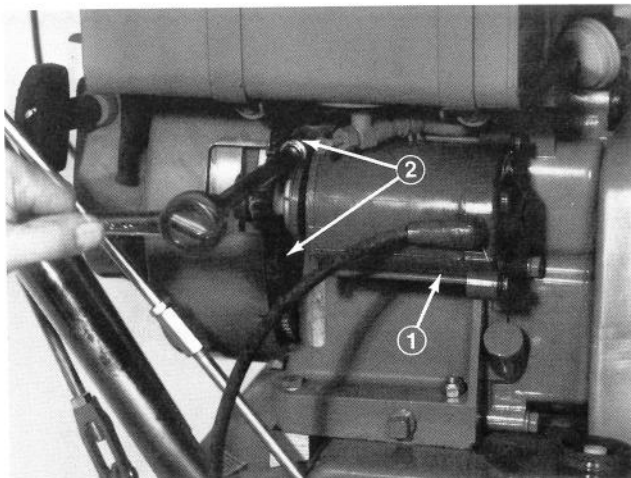

Figure 2
2. Installez le moteur du démarreur et fixez-le à l'aide de deux boulons à tête (fig. 2).